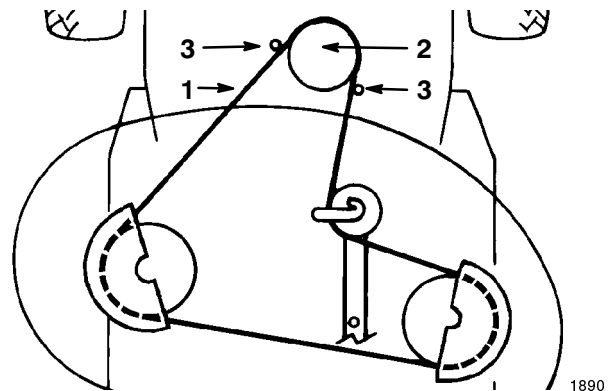

Abbildung 43
14. Den Mähwerkriemen von der unteren Motorscheibe abnehmen (Abb. 43). Wenn vorsichtig vorgegangen wird, können die Riemenführungen gerade so weit von der Riemenscheibe weggezogen werden, daß der Riemen abgenommen werden kann. Wenn es zu
4. Den Mähwerkriemen an der unteren Motorscheibe anbringen (Abb. 43). Wenn vorsichtig vorgegangen wird, können die Riemenführungen gerade so weit von der Riemenscheibe weg-